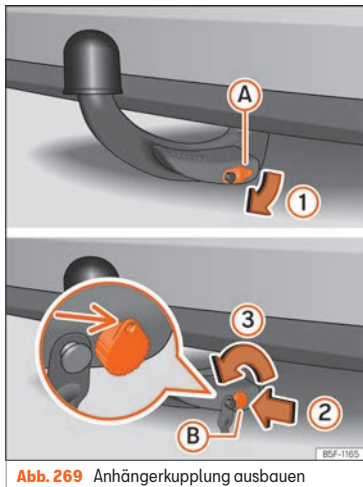

Abb. 269 Anhängerkupplung ausbauen
- Nehmen Sie die Abdeckung (A) vom Schloss (1) »» Abb. 269.
- Stecken Sie den Schlüssel (B) in das Schloss ein (2) »» Abb. 269.
- Drehen Sie den Schlüssel nur eine halbe Umdrehung nach links (3), bis sich das Loch des Schlüssels oben befindet »» Abb. 269.